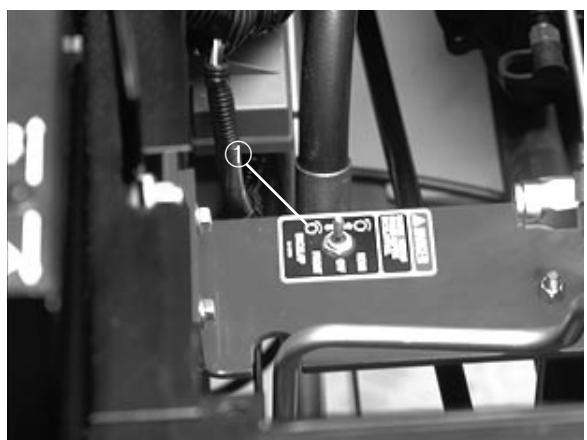

Bild 12
**Schärfenschalter** (Bild 12)—Zum Schärfen der Spindeln im Zusammenhang mit dem Schnittwerk anheben/absenken-Hebel. Der Schalter befindet sich unter der Sitzplatte. Siehe *Wartung des Schnittwerks, Schärfen.*